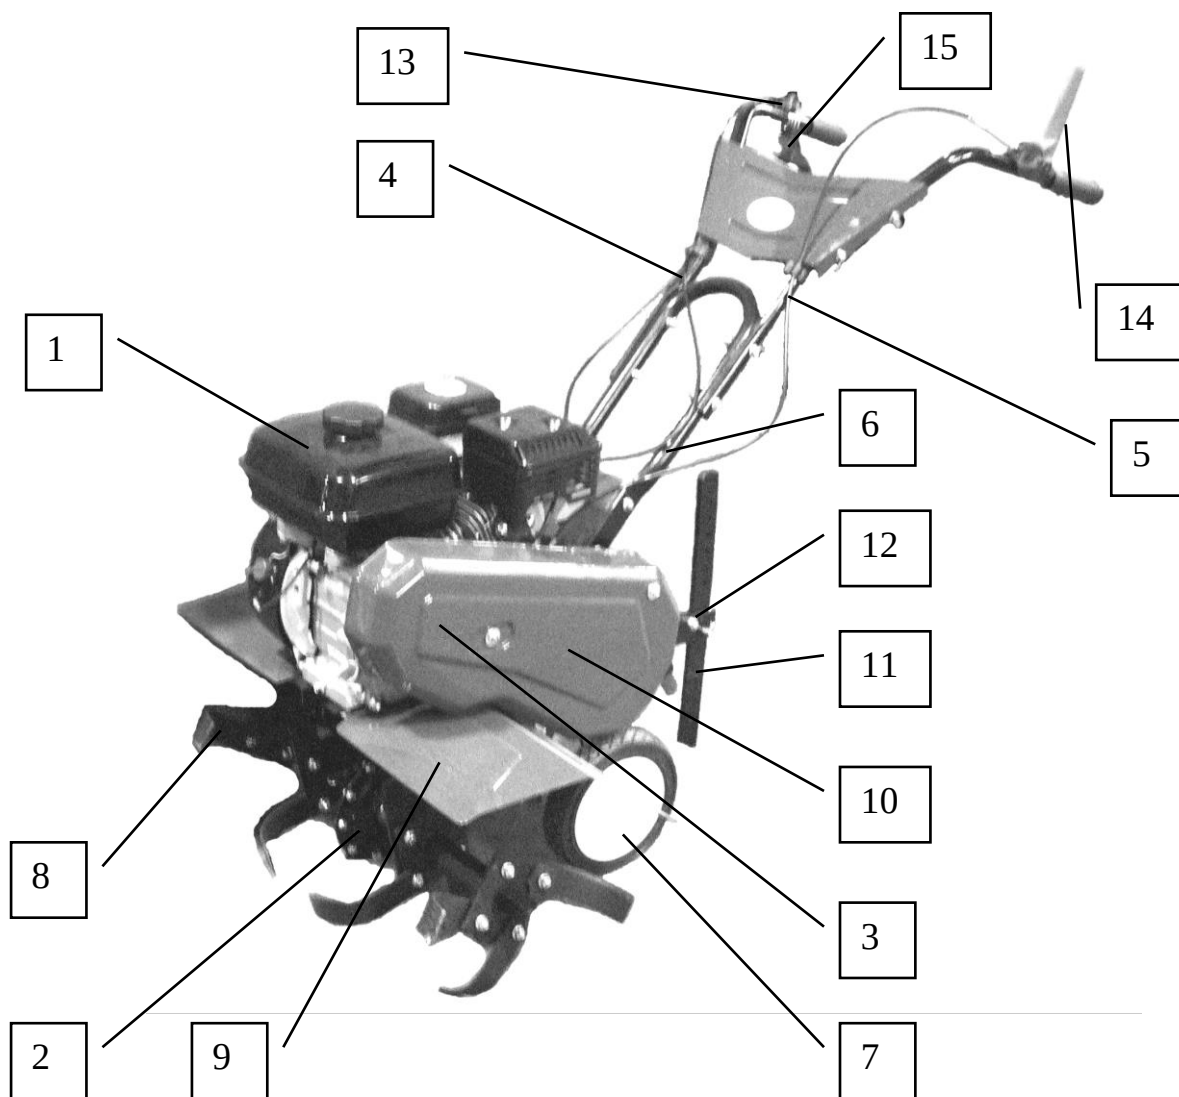

Рисунок 1-Мотокультиватор «Тарпан 03-02»
1.3.1 Основными узлами мотокультиватора являются (рисунок 1):
1.4.1 Принцип действия мотокультиватора: от двигателя 1 (рисунок 1) через механизм сцепления 3 с клиноременной передачей, движение передается на редуктор 2, приводится во вращение вал редуктора, на котором закреплены фрезы культиватора 8.
К кронштейну-опоре 6 (рисунок 1) закрепить болтами и гайками рукоятку левую 5 и рукоятку правую 4.